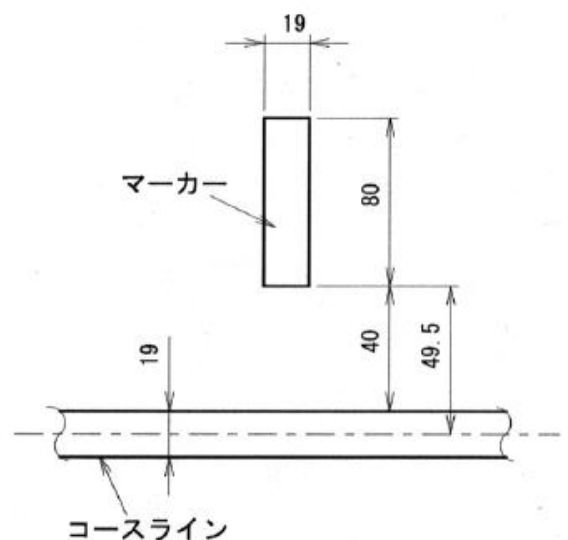

図5：マーカーの形状
- 1) マーカーは図 5 のように長さ 80 mm、幅 19 mm の白色テープであり、コースライン中心線から 40 mm 離れた床面に貼られる。